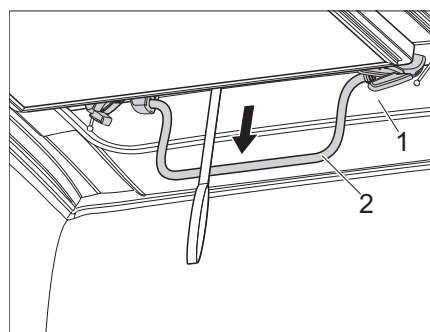

Figure 51 Tirer le toit relevable vers le bas
- Tirer **lentement** le toit relevable (Figure 51,1) vers le bas sur la barre (Figure 51,2), en regardant vers l'arrière, et observer si le soufflet en tissu tombe correctement vers l'intérieur.